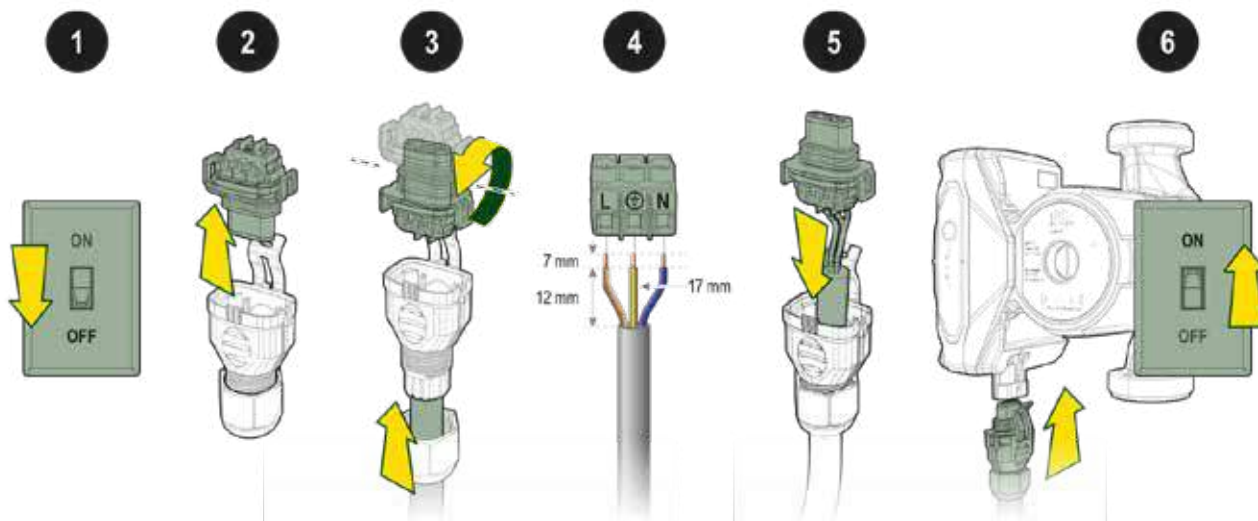

Fig. 10
Pentru a realiza conexiunea electrică a circulatorului, procedați astfel (vezi Fig. 10):
2. Desfaceți presetupa și scoateți borna de pe conector, eliberând-o din clemele laterale, Rotiți borna la 180°; Introduceți cablul prin piuliță, dezizolați firele conform figurii Fig. 10 și introduceți-l prin presetupă. Conectați firele la bornă respectând corespondențele între fază (L), neutru (N) și pământ (PE g/v), strângeți cele trei șuruburi pe fire; Introduceți borna cablată în presetupă blocând-o cu clemele laterale. Înșurubați piulița de blocare;